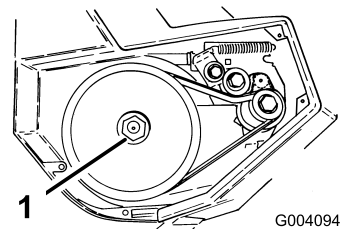

Figura 16
3. Tenete fermo il dado esagonale con una chiave da 7/8 poll. mentre svitate l'albero del rotore (Figura 16).